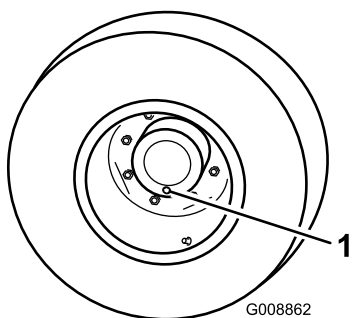

Figura 89
1. Coloque a máquina numa superfície nivelada, posicione uma roda de forma a que um dos tampões de verificação se encontre na sua posição mais baixa (6 horas) (Figura 89).